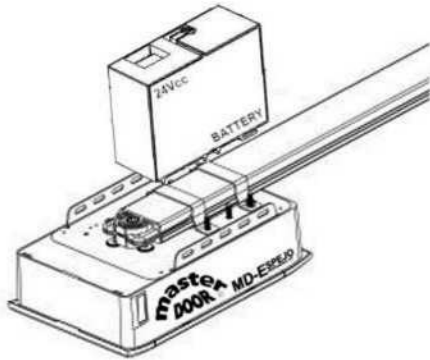

Fig.14
1.Ensamble la Batería de Respaldo y el Soporte de la Batería como en la imagen, fije con los Tornillos suministrados (Fig.14).